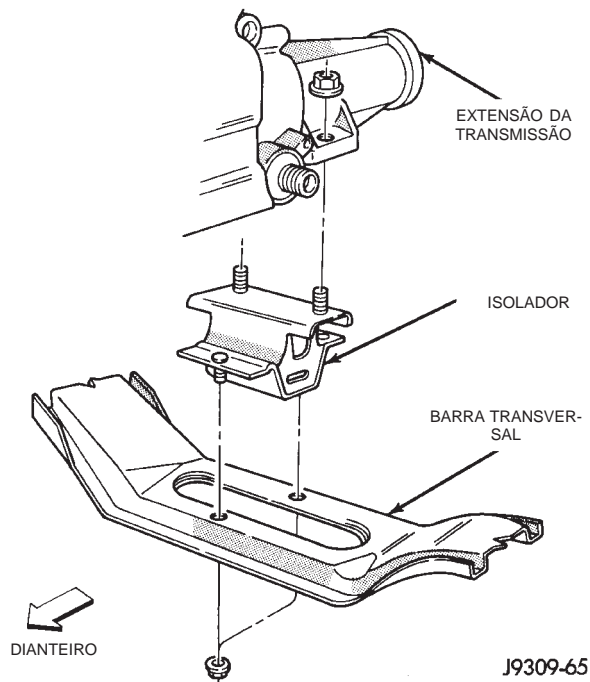

Fig. 20 Transmissão Manual do Isolador Traseiro — 2WD
- Remova as porcas do parafuso de fixação do isolador à extensão da transmissão (Fig. 20).
- Remova as porcas do parafuso que prendem o isolador à barra transversal (Fig. 20). Remova o isolador.